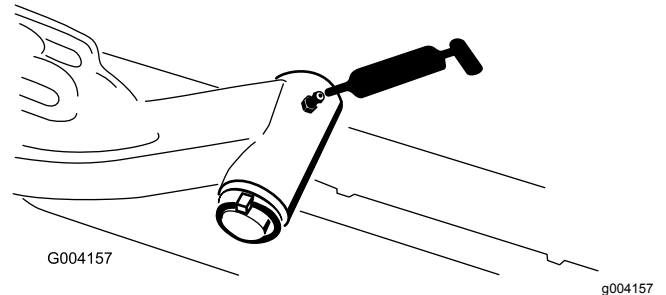

Figure 30
- Axe de pivot des bras de relevage (1 chacun)—Figure 30